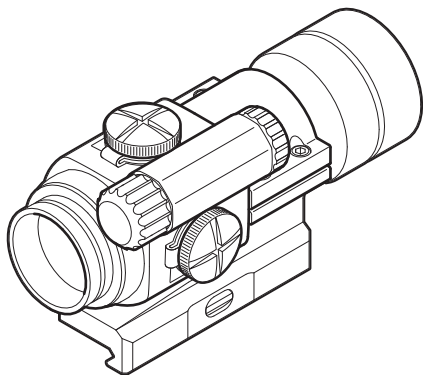
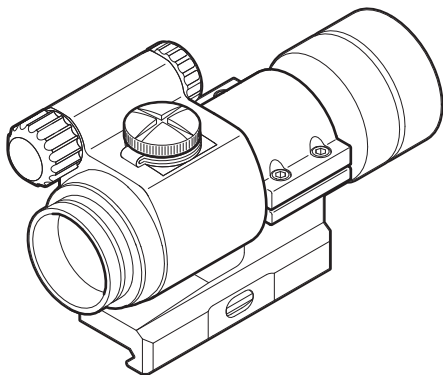

Fig. 6  2.2
Fig. 7  2.2
- Убедитесь, что прицел установлен правильно для правой (рис. 6) или левой (рис. 7). При установке резинового кожуха на модели CompM3 и CompML3, устанавливайте прицел как показано на рис. 6.
Вертикальный регулировочный винт расположен в верхней части прицела, в то время как горизонтальный регулировочный винт – в правой или левой части, в зависимости от того, каким образом прицел был установлен на ружье. Прицелы Aimpoint можно настроить как для правой (рис. 6), так и левой (рис. 7). После установки резинового кожуха на модели Comp3 или CompML3, прицел должен быть расположен, как показано на рис. 6.